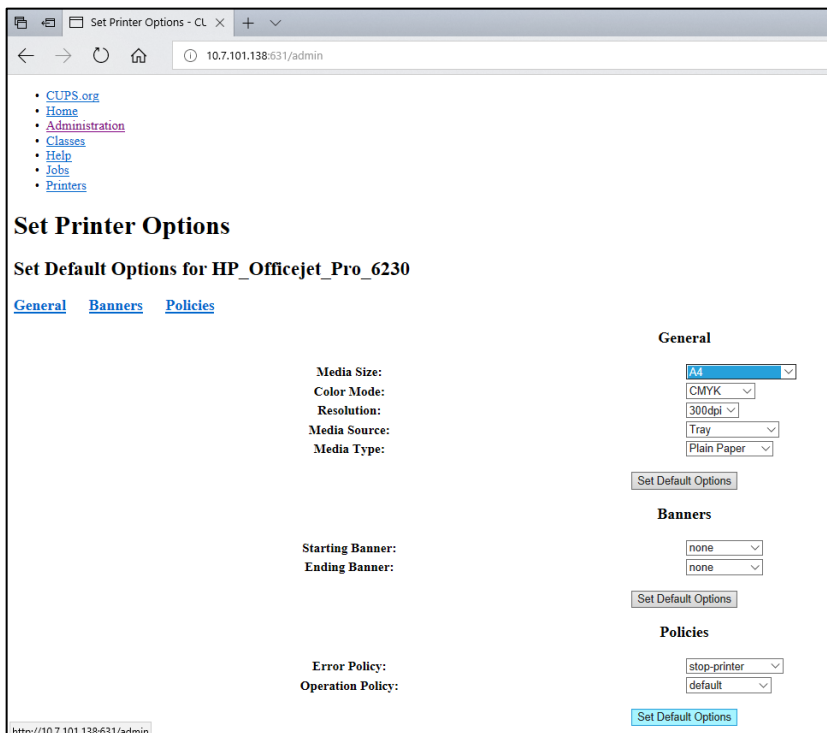

Figura 104. Seleção do Media Size (Tamanho do suporte) correto.
7. Selecione o Media Size (Tamanho do suporte) correto (como "A4"), uma vez que algumas impressoras não procedem à impressão se o formato de papel estiver incorreto. Em seguida, guarde a seleção premindo **Set Default Options** (Aplicar predefinições) (Figura 104).